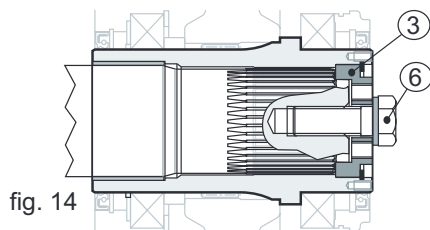

fig. 14
Sostituire la barra (pos. 4) con la vite (pos. 6), serrandola a fondo, applicando una forza come da tabella "coppie di serraggio" "paragrafo 9.1, utilizzando inoltre un frenafili medio; Piv Posiplan consiglia LOCTITE 601 (vedi fig. 14).